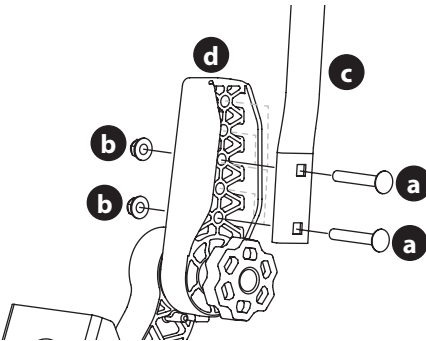

Figura 6
- Extraiga los dos tornillos de carro (a) y las dos tuercas de seguridad con reborde (b) que sujetan la palanca de control de la transmisión (c) hasta el regulador de la manija superior (d) (Figura 6).
- Mueva la palanca de control de la transmisión hasta una de las tres alturas disponibles y sujétela en su lugar con los tornillos del carro y las tuercas de seguridad con reborde (Figura 6).